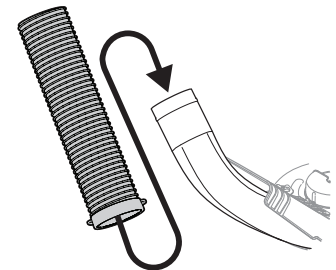

Figure 28
2. Attrapez les anses à l'autre extrémité du tube flexible et enfiler ce dernier sur la goulotte, comme illustré à la Figure 28.